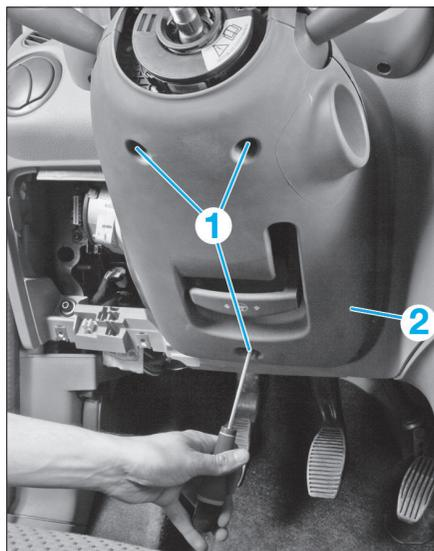

FIG. 3
- Déposer les vis de fixation (1) de la garniture inférieure de la colonne de direction (Fig.3).
- Déposer la garniture inférieure (2).